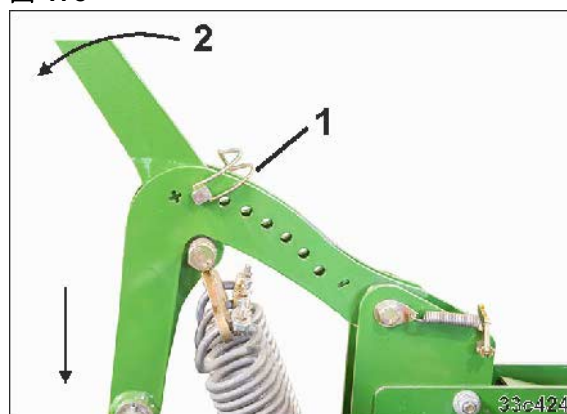

図 179
(図 179/1)
- 3.2 調整レバーの動き (図 179/2) は後方になります。